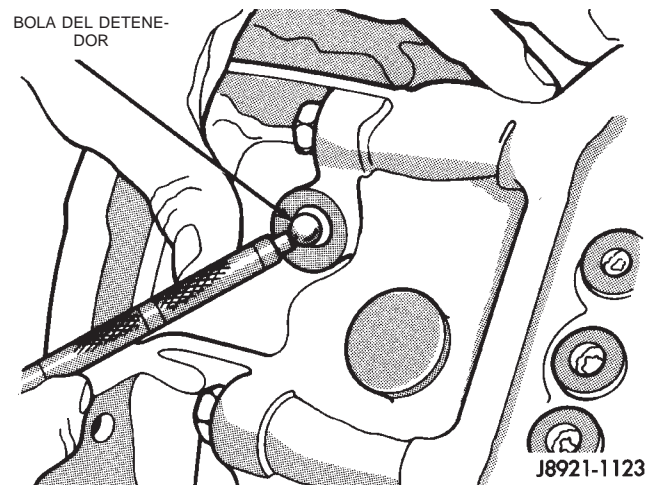

Fig. 47 Instalación de la bola del detenedor
(16) Instale la bola del detenedor del cambio en la abertura del detenedor (Fig. 47).